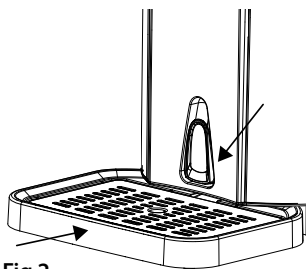

Fig.2
3. Coloque la bandeja de goteo con la rejilla en la entalladura prevista para ello en el aparato. Asegúrese de que la palanca de drenaje esté cerrada (fig. 2) y de que el grifo esté en la posición cerrada.